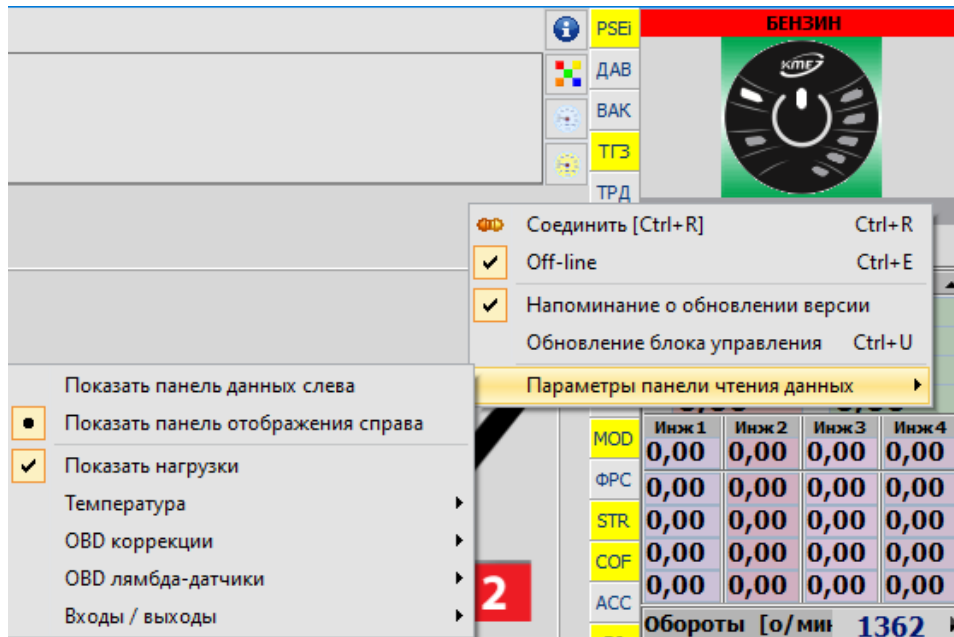

Рис. 2.6 Параметры панели чтения
- **Строка состояния программы** – находится под виртуальной панелью, показывающей статус программы, например: НЕ ПОДКЛЮЧЕНО, подключение контроллера, работа в автономном режиме, выполнение обновления, обнаружение более старой версии программы на ПК или программное обеспечение контроллера, устройство заблокировано. Под правой кнопкой мыши появляется меню с опциями, как на **рис. 2.6.**